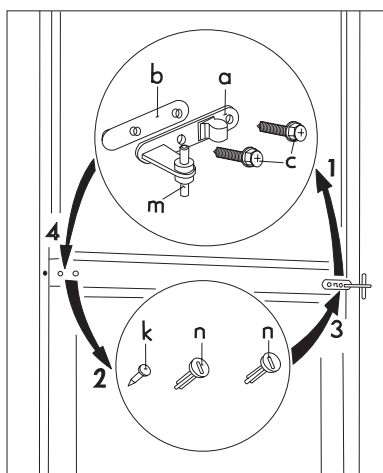

Рис. 3
- Поэтапно снять с корпуса двойной держатель двери (a, b, c). Также не забудьте снять пластиковую распорку (b) под держателем двери (рис. 3).
- Выкрутить левые болты крышки двойного держателя двери (3 штуки, p, k) и переставить их на другую сторону (рис. 3).
- Демонтировать элементы запирания двери (u, v) путем выкручивания винта (s) (рис. 3).
- Вставить болт двойного держателя двери (m) в левое отверстие морозильной камеры (рис. 3).